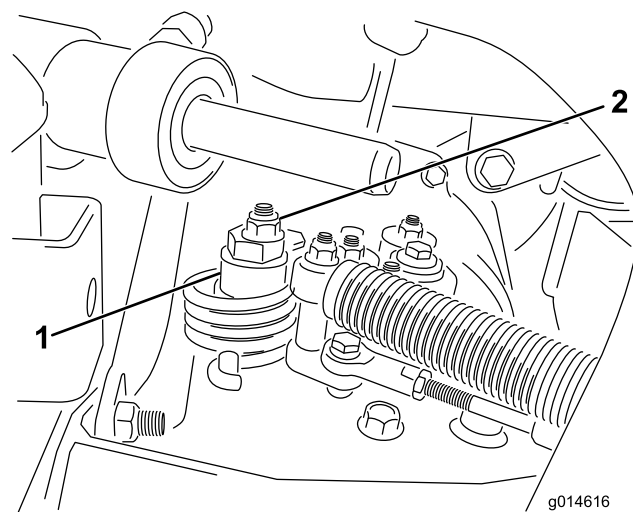

図 35
- 偏芯ナットをハイドロスタット上部に止めているナットをゆるめる 図 35。
- どちらにも車輪が回らないように偏芯ナットを回して調整する。調整ができれば固定ナットを締める 図 35。スロットル低速 および高速位置で調整が正しいことを確認する。